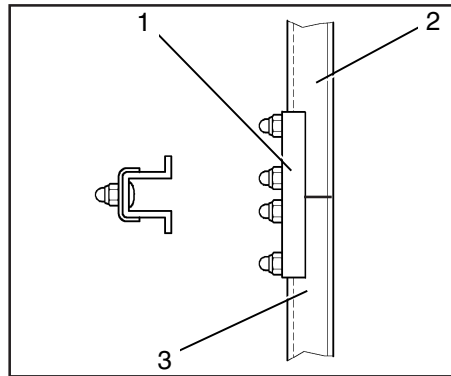

Bild 11 Verbindung zweier Steigschutzschiene
5. Beide Steigschutzschiene (11/2 und 3) mit Verbindungslasche (11/1) verbinden. Dabei Verbindungslasche, wie in Bild 11 dargestellt, von hinten auf die Steigschutzschiene aufsetzen.
6. Beide Steigschutzschienen (11/2 und 3) mit Verbindungsglasche (11/1) verbinden. Dabei Verbindungsglasche, wie in Bild 11 dargestellt, von hinten auf die Steigschutzschiene aufsetzen.
6. Beide Steigschutzschienen der Einholmleitern (11/2 und 3) mit Verbindungslasche (11/1) verbinden. Dabei Verbindungslasche, wie in Bild 11 dargestellt, von hinten auf die Steigschutzschiene aufsetzen.